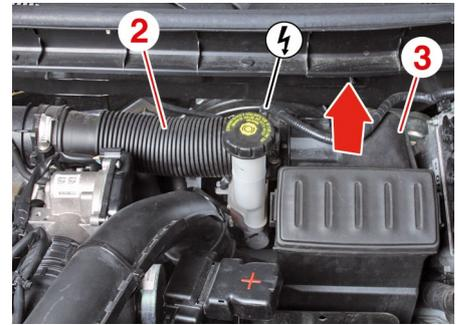

Fig. 13
- il condotto **(2)** (Fig. 13),